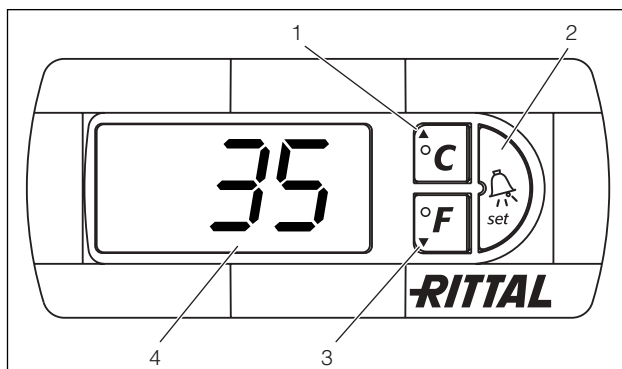

Fig. 38 : Régulateur confort
Le régulateur confort dispose d'un affichage à 7 segments (fig. 38, n° 4). Lorsque l'appareil est mis sous tension, l'afficheur indique d'abord la version actuelle du logiciel pendant env. 2 secondes, puis l'option pré-réglée (p. ex. t10) ou la température. En fonctionnement normal, il assure l'affichage de la température (en degrés Celsius ou en degrés Fahrenheit par commutation) et l'affichage des défauts. Normalement, la température actuelle à l'intérieur de l'armoire électrique est affichée en permanence. Dès qu'un défaut survient, son code est immédiatement signalé sur l'afficheur en alternance avec la température.
La programmation de l'appareil se fait à l'aide des touches 1 – 3 (fig. 38). Les paramètres correspondants sont également visualisés sur l'afficheur.
- Appuyer simultanément sur les touches 1 et 2 (fig. 38) pendant au moins 5 secondes.
Les touches 1, 2 et 3 (fig. 38) vous permettent de modifier 24 paramètres à l'intérieur des plages définies (valeurs limites minimales et maximales).